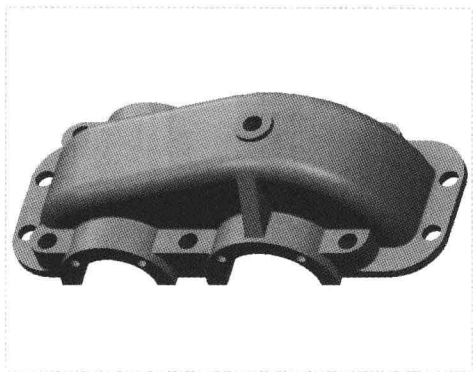

图 7-102 图形文件
Step 01 按【Ctrl+O】组合键,打开图形文件,如图 7-102 所示,在“功能区”选项板中切换至“分析”选项卡。